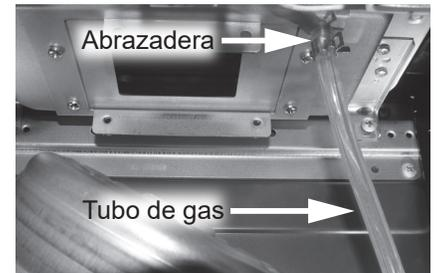

Figura 151 - Desconexión del tubo transparente de gas
- 43 Ubique el transparente de gas conectado a la válvula de gas y al intercambiador de calor principal. Desconecte el tubo transparente de gas del conjunto de intercambiador de calor principal. Consulte la Figura 151.
76 Ubique el tubo transparente de gas que se desconectó anteriormente en el **Paso 43**. Conecte el tubo transparente de gas al intercambiador de calor principal. Consulte la Figura 151.